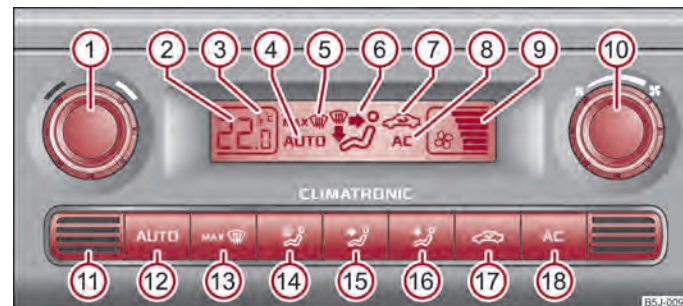

Fig. 80 Climatronic: Elementos de mando
- Pulse la tecla  $\Rightarrow$ fig. 80.
Pulse y mantenga pulsadas las teclas  y  $\Rightarrow$ fig. 80. En el display aparecen los datos en la unidad de medida deseada de la temperatura.
- Pulse la tecla **(MAX)** ⇒ fig. 80.
- Girar el regulador giratorio **⑩** ⇒ fig. 80 hacia la izquierda (disminuir el número de revoluciones del ventilador) o hacia la derecha (aumentar el número de revoluciones del ventilador).
- Pulse la tecla   17 ⇒ fig. 80, en la pantalla se visualizará .